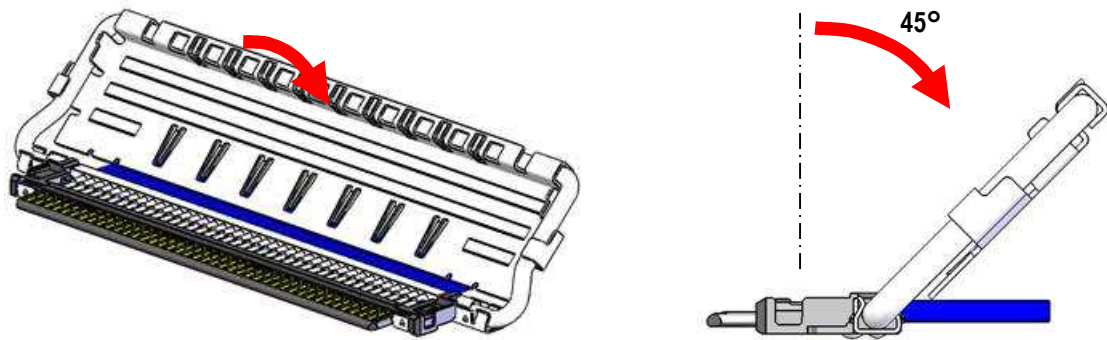

Fig.7 Tilt LOCK BAR ASS'Y
② Fig.7 の様に SHELL A を HOUSING ASS'Y の上側から組み付ける。